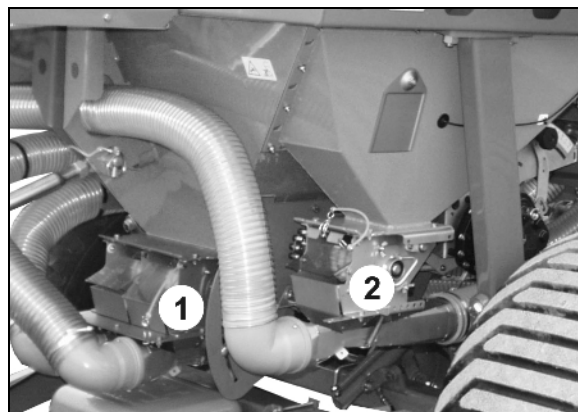

Рис. 24
- двумя дозаторами посевного материала для **DMC 602** (Рис. 24/1)
- одним дозатором удобрения, опция (Рис. 24/2)